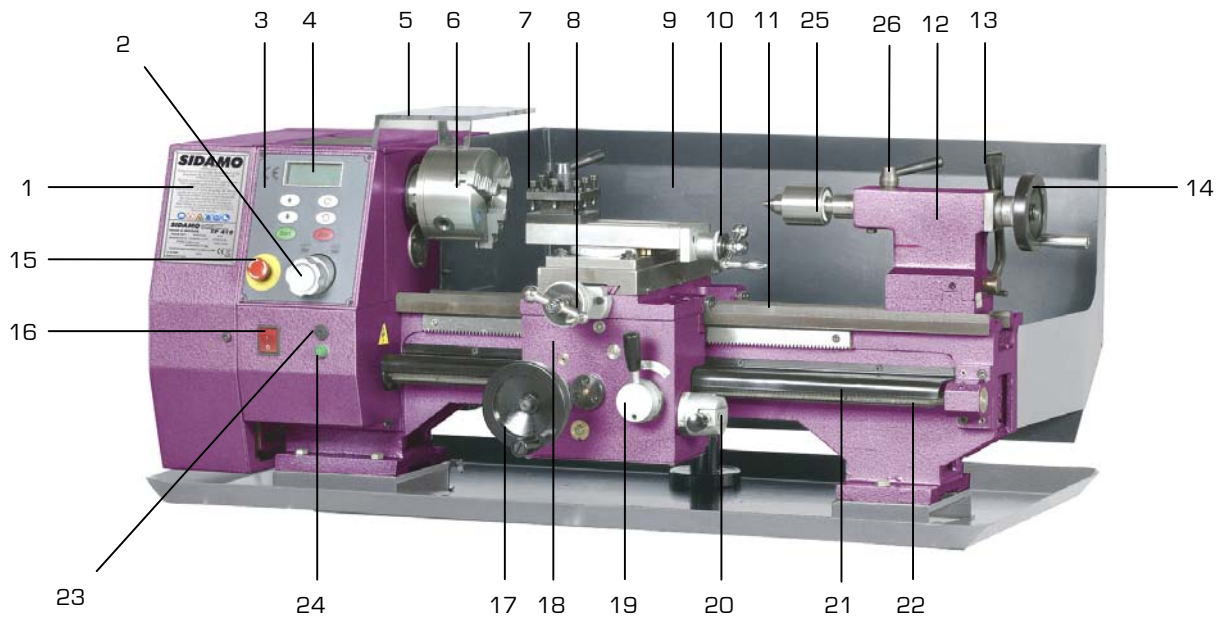

Figure 1
1. Retirer le porte-outils (7 fig.1).
2. Dévisser et retirer l'axe de porte-outils du chariot (A).
3. Monter l'étou avec des « T » de fixation d'étou dans les rainures (B).